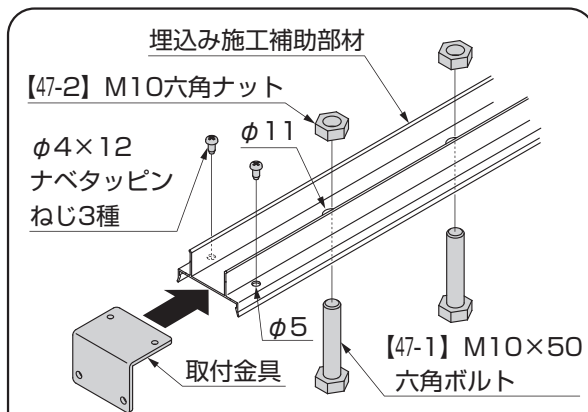

図10-9
- ④埋込み施工補助部材（φ11下穴）に【47-1】を差し込み【47-2】で締付けてください。（図10-9参照）
- ⑤取付金具を埋込み施工補助部材（φ5下穴）にφ4×12ナベタッピンねじ3種で取付けてください。（図10-9参照）
- ⑥埋込み施工補助部材に取付けた【47-1】を、デザイン格子15×88下部の穴に差し込んでください。